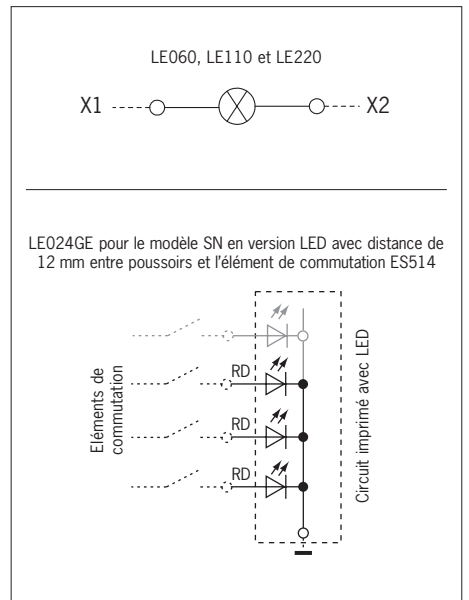

Figure 5 : Raccordement de LED
En cas d'utilisation de voyants lumineux, les tensions indiquées sur le corps du voyant doivent être respectées (pour le raccordement, voir figure 5).
- ▶ Pour le modèle SN en version LED avec distance de 12 mm entre poussoirs et l'élément de commutation ES514 : Attacher les raccordements des LED à l'élément de commutation (pour le raccordement, voir figure 5)